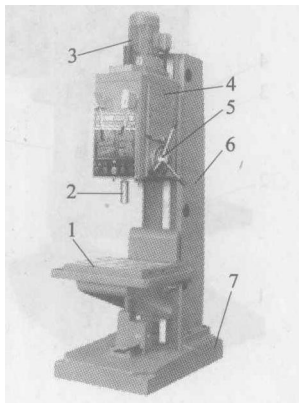

图 1—5 立式钻床
(3) 摇臂钻床。摇臂钻床如图 1—6 所示。它依靠移动钻床主轴来对准工件上孔的中心线，所以加工比立钻方便。主轴变速箱能在摇臂上做大范围移动，同时摇臂能绕